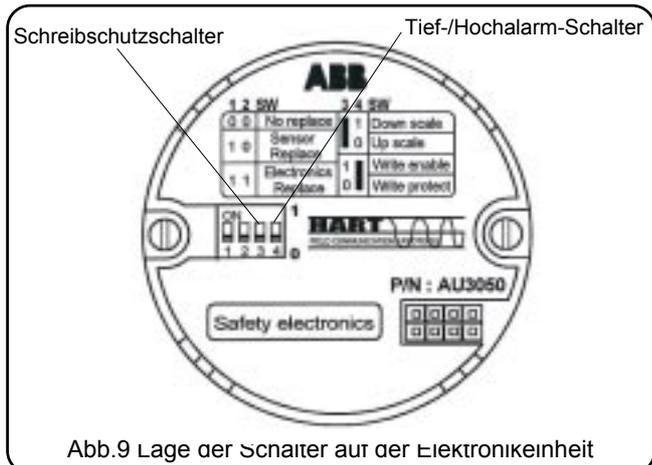

Abb.9 Lage der Schalter auf der Elektronikeneinheit
Im nichtflüchtigen Speicher der 2600T Safety -Messumformer werden eine Reihe von Parametern gespeichert. Einige von ihnen sind vom Hersteller festgelegt und sensorspezifisch; sie können nicht vom Benutzer geändert werden. Alle anderen Parameter sind vom Benutzer änderbare Konfigurationsparameter. Im Normalbetriebszustand (Messumformer im Sicherheitsmodus) ist die Änderung der Konfiguration (Fernzugriff oder lokal) zu deaktivieren. Der 2600T Safety-Druckmessumformer ist durch einen speziellen Hardware-Link auf der Platine der Sekundärelektronik gegen unerwünschte Konfigurationsänderungen geschützt (mit „Write Protect Mode link / schreibgeschützter Modus“ beschriftet, siehe Abbildung 9). In der folgenden Abbildung ist das Wartungs-/Bedienungsprinzip beschrieben:
- gegenüberliegenden Seite abschrauben (siehe Abb. 9).
- iv) Der Link für den Fail Safe-Sicherheitsmodus Hoch-/Tief-Alarm (Upscale/Downscale) befindet sich in der richtigen Stellung: ON/EIN für die Funktion Downscale (Tiefalarm) und OFF/AUS für die Funktion Upscale (Hochalarm) (siehe Abb. 9).